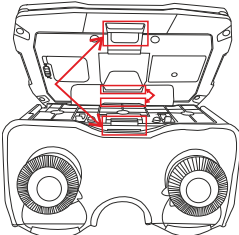

Рис. 15
- Совместите направляющие установочной планки на наручном креплении с ответными пазами на задней панели терминала (Рис. 15).